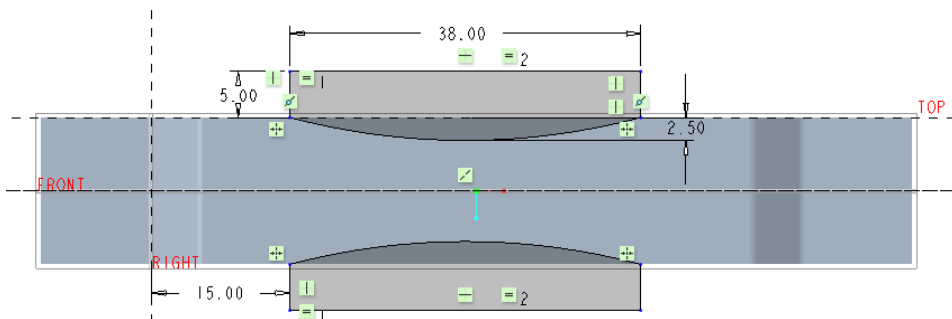

图 6-155 绘制剖面
(2) 在“拉伸”选项卡中打开“放置”面板，单击“定义”按钮，弹出“草绘”对话框，选择 TOP 基准平面作为草绘平面，以 RIGHT 基准平面为草绘方向参考，其方向选项为“右”，单击“草绘”按钮，进入草绘器。
(3) 绘制图 6-155 所示的剖面，单击✔(确定)按钮。